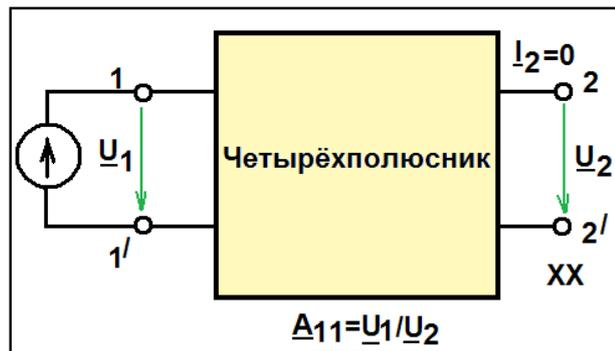

Рисунок 5
– отношение напряжений при разомкнутых выходных зажимах (рис. 5).